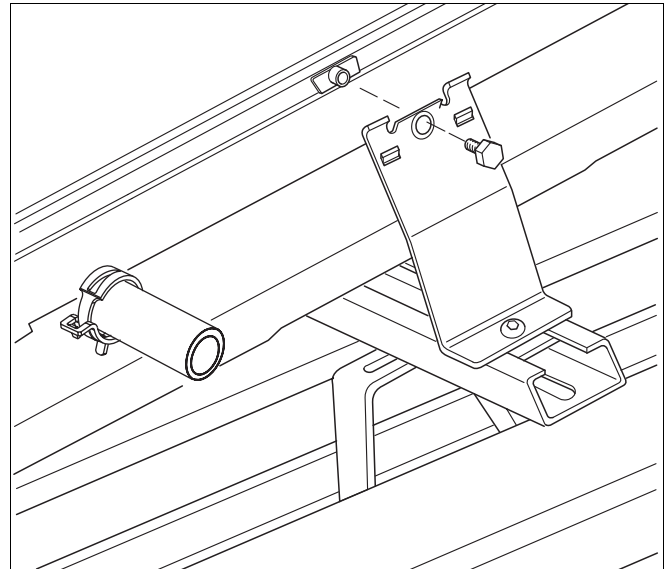

Abb. 15 Halter am Kulissenstein festschrauben
- Den Halter am Kulissenstein festschrauben (Abb. 15).